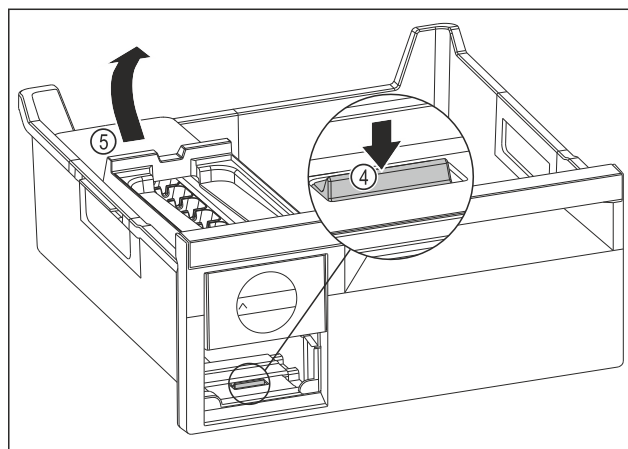

Fig. 165
- Retirer le corps de l'EasyTwist-Ice : Avec le doigt, pousser la languette Fig. 165 (4) vers le bas tout en soulevant de l'autre main le corps de l'EasyTwist-Ice Fig. 165 (5) depuis l'arrière.